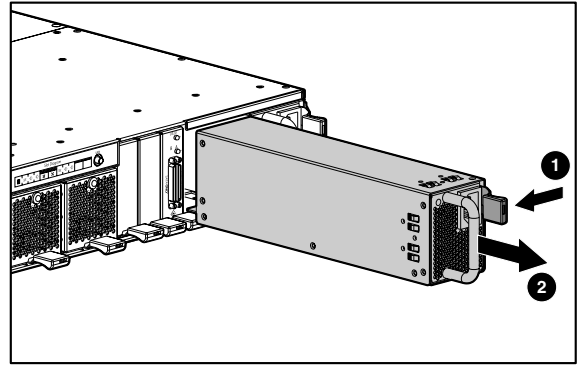

Figure 4 : Retrait du module d'alimentation
1. Tout en appuyant sur le loquet de couleur bordeaux du module d'alimentation ❶, retirez le module en question du boîtier ❷, comme le montre la Figure 4.